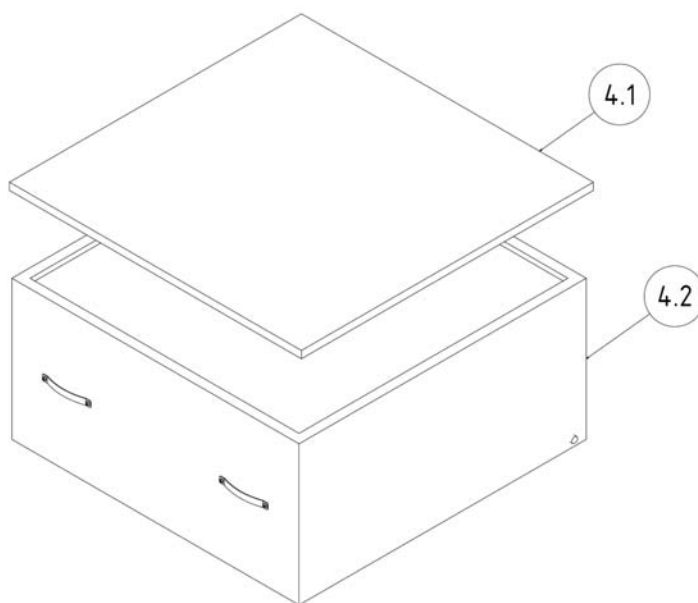

Figura 6, Estrutura do filtro
- Retire o alojamento do pré-filtro (figura 6, pos. 4.1) cuidadosamente da peça do filtro para evitar levantar pó no ar e deposite-se sobre uma mesa de trabalho.
- Erga o filtro principal (figura 6, pos. 4.2) levemente pelas alças da frente para soltar a vedação da superfície de encosto e puxe-o aproximadamente dois terços para fora da carcaça do filtro, de modo que o filtro ainda esteja apoiado com os pinos sobre os perfis guias laterais.